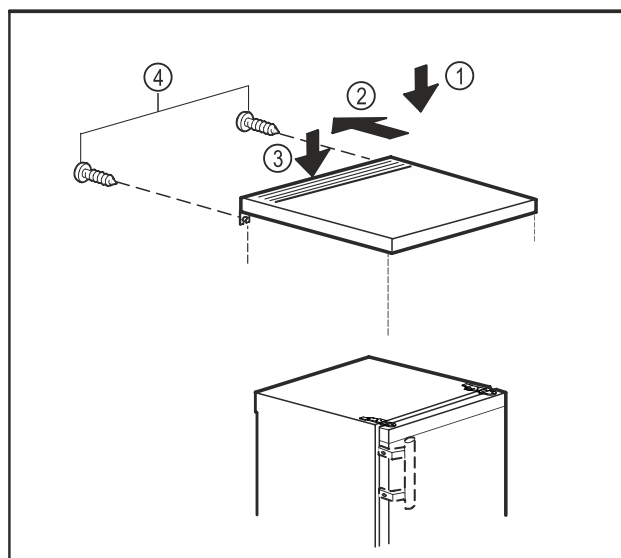

Fig. 19
- Læg bordpladen på apparatet. Fig. 19 (1)
- Skub bordpladen tilbage. Fig. 19 (2)
- Tryk bordpladen tilbage og ned. Fig. 19 (3)
- Skru skruerne fast på bagsiden. Fig. 19 (4)